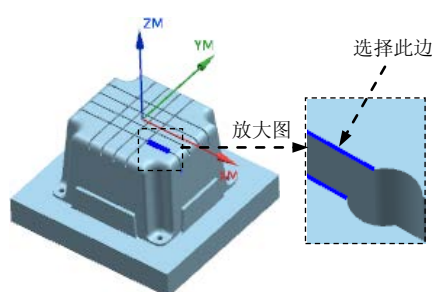

图 20.48 定义参照边
(3) 在 **刀具位置** 下拉列表中选择 **相切** 选项，然后在图形区选择图 20.48 所示的边线。